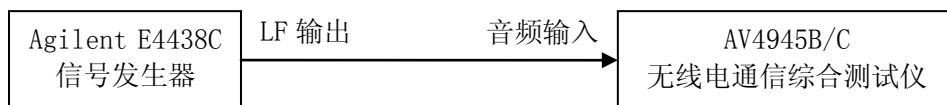

图 6-15 音频信号分析特性测试框图
- 4) 如图 6-15 连接测试仪器，设置信号发生器低频输出频率为 20Hz，幅度 100mV_P，记录频率测量值 f1；更改低频输出频率为 20.1Hz，记录频率测量值 f2；
- 1) 如图 6-15 连接测试仪器，设置信号发生器为低频输出，双音模式，频率 1 为 300Hz，频率 2 为 600Hz，音频 2 的幅度占比 50%，输出电平 140mV_P（100mVrms）；设置 AV4945B/C 为音频分析模式，测量频率 300Hz，滤波器 5kHz LPF，输入档位 500mV~50mV，将 SINAD 实测值记入表
- 1) 如图 6-15 连接测试仪器, 设置信号发生器为低频输出, 双音模式, 频率 1 为 300Hz, 频率 2 为 600Hz, 音频 2 的幅度占比 9%, 输出电平 $140mV_P$ ($100mV_{rms}$); 设置 AV4945B/C 为音频分析模式, 测量频率 300Hz, 滤波器 5kHz LPF, 输入档位 $500mV \sim 50mV$, 将失真度实测值记入表格 A.1 相应空格处;
- 1) 如图 6-15 连接测试仪器, 设置信号发生器为低频输出, 频率 300Hz, 输出电平 1 为 $140mV_P$